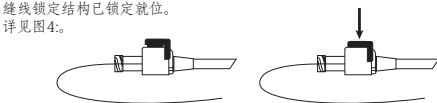

图4
8.确认固定之后，缝线锁定结构亦旋转到最远端的位置，将缝线锁定结构推入集线器，以确保其固定完好。现在，缝线锁定结构已锁定就位。详见图4。